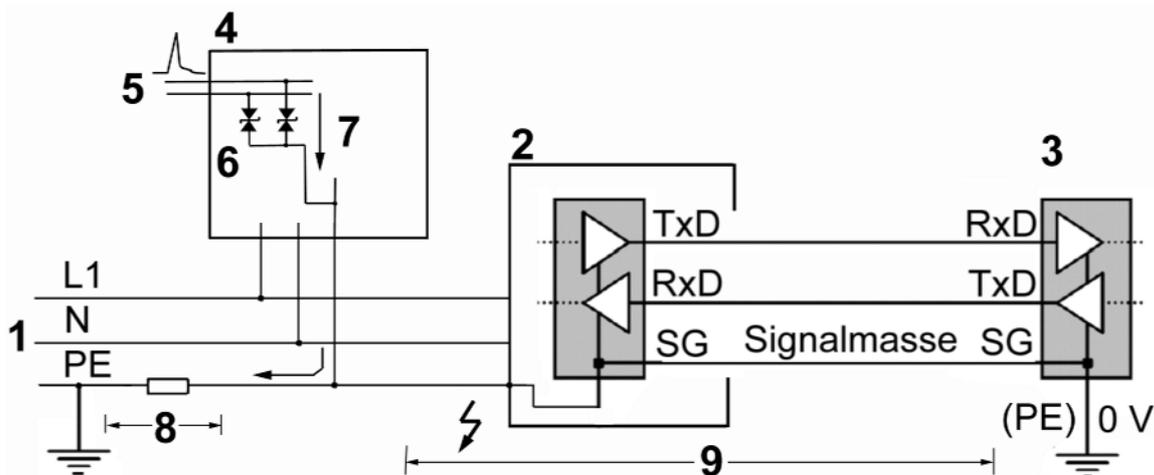

Abbildung 8.50 Eingeleitete Über- und Fehlerspannungen heben das Erdpotential an
- das Einleiten von Über- und Fehlerspannungen in Erdverbindungen (Abbildung 8.50),
Erklärung zu Abb. 8.50:
2. Das Ableiten von Überspannungen über den Schutzleiter kann Nebenwirkungen haben (vgl. Abbildung 8.50).